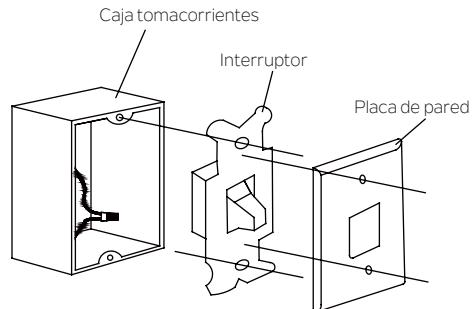

Fig. 27
Paso 1. Retirar la placa de pared existente y el interruptor viejo de la caja tormacorrientes de pared. Cablear la tuerca de los cables NEGROS (caliente) juntos y empujar hacia atrás dentro de la caja tormacorrientes de pared (Fig. 27) o seleccione la ubicación deseada con una nueva caja tormacorrientes de pared.